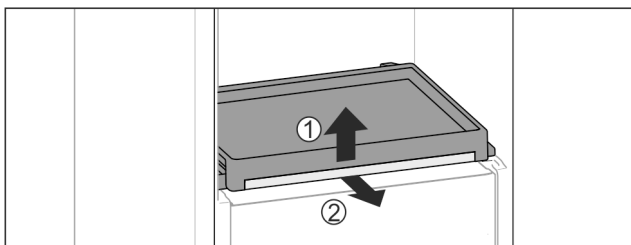

Fig. 77
- ▶ Tag udtrækshylden og glaspladen ud: Løft glaspladen lidt foran Fig. 77 (1) og træk den ud fremad Fig. 77 (2).